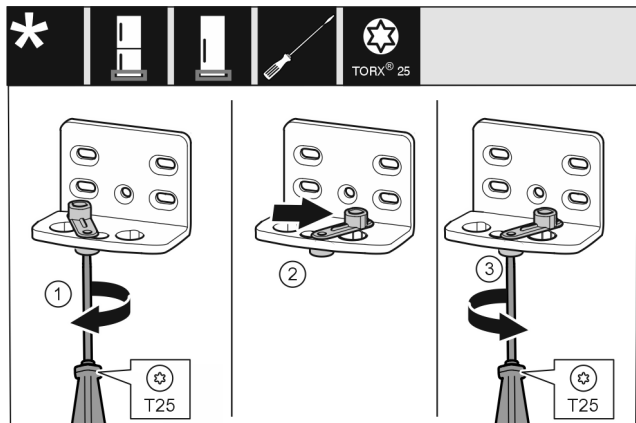

Fig. 13
- ▶ Atlaisvinkite varžtą atsuktuvu T25. Fig. 13 (1)
- ▶ Pakelkite pagalbinių durų uždarymo įtaisą ir 90° kampu pasukite į dešinę kiauromėje. Fig. 13 (2)
- ▶ Tvirtai prisukite varžtą atsuktuvu T25. Fig. 13 (3)